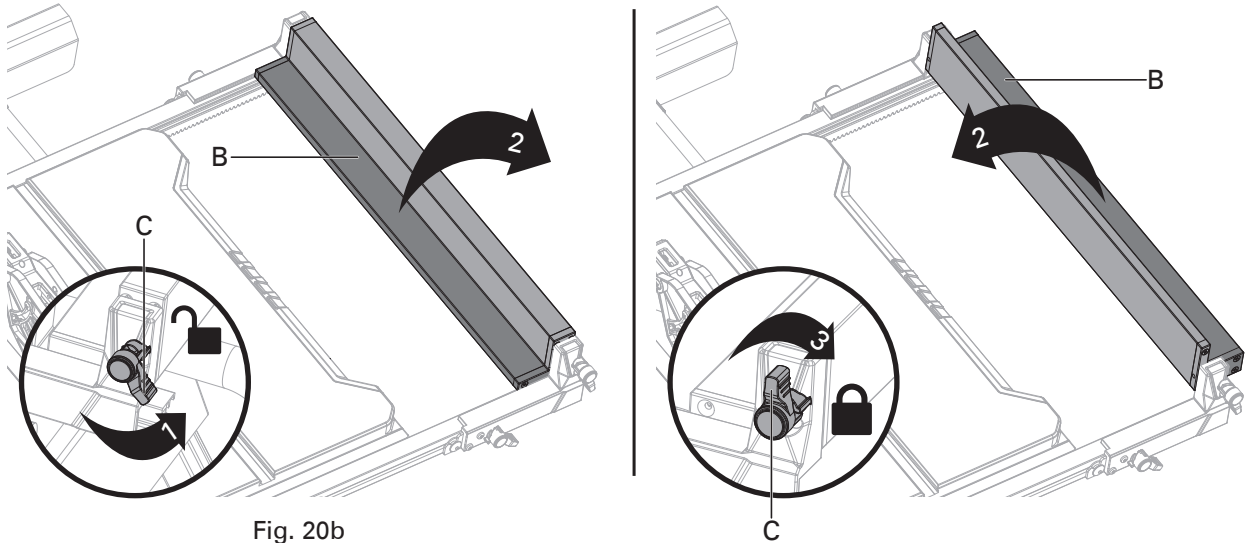

Fig. 20b
TOPE ESTRECHO (Fig. 20b-20c)
- Para utilizar el tope estrecho (B), gire la palanca de bloqueo (C) hacia la izquierda, gire el tope estrecho (B) como se muestra en la Fig. 20b y, luego, gire la palanca de bloqueo (C) hacia la derecha para bloquearla.
- Cuando no lo use, gire la palanca de bloqueo (C) hacia la derecha y repliegue el tope estrecho (B) como se muestra en la Fig. 20b.